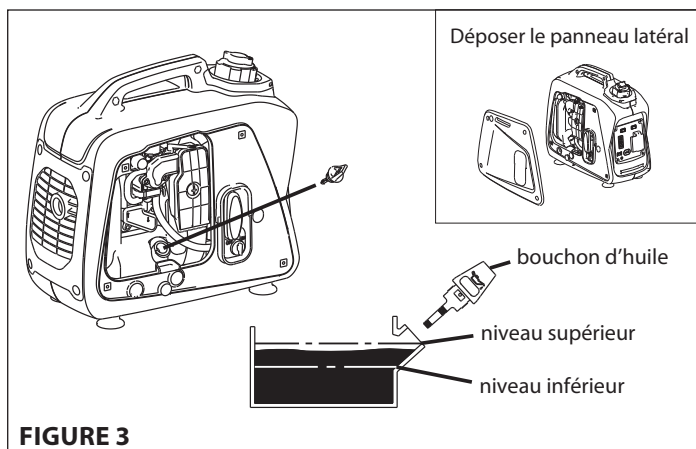

FIGURE 3
4. Retirer le bouchon d'huile et vérifier le niveau d'huile moteur. **VOIR FIGURE 3**
5. Si le niveau d'huile est en dessous du repère de niveau inférieur, le compléter avec de l'huile 10W-30 (SJ, SL ou mieux) jusqu'au repère de niveau supérieur (capacité 0,35 l / 11,8 oz). **VOIR FIGURE 3**